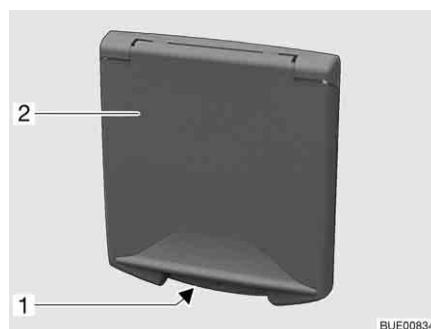

Bild 53 Druckschloss Serviceklappe
- Schlüssel in Schließzylinder des abschließbaren Druckschlusses (Bild 53,1) stecken und eine viertel Umdrehung drehen. Das Druckschloss ist entriegelt.
- Schlüssel in Schließzylinder des abschließbaren Druckschlusses (Bild 53,1) stecken und eine viertel Umdrehung drehen. Das Druckschloss ist verriegelt.